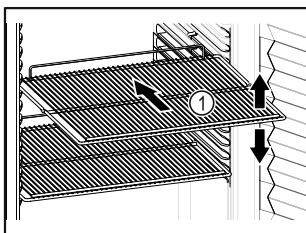

Fig. 77 Приблизне відображення
- Якщо решітки для зберігання Fig. 77 (1) знімні, відрегулювати по висоті.